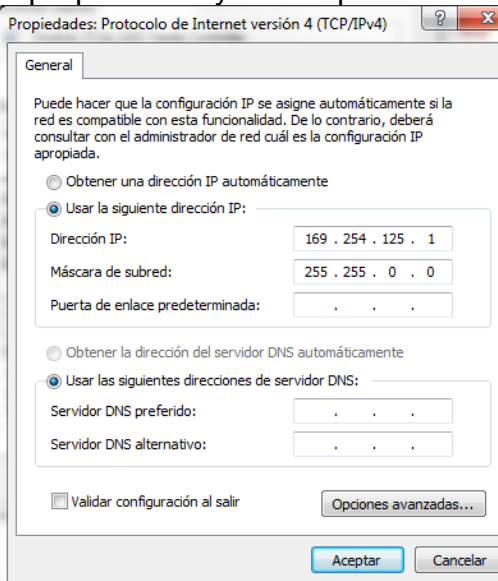

Fig. 2 Pantalla de configuración de red del computador.
2. Ahora seleccionamos Protocolo de Internet Versión 4 (TCP/IPv4) y se oprime en el botón de propiedades y debe aparecer lo siguiente (Fig 2):